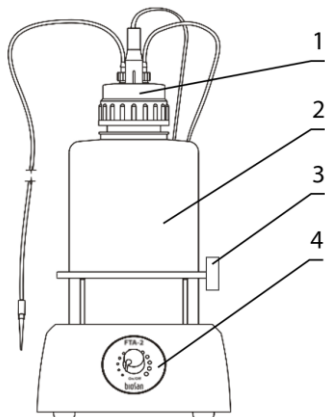
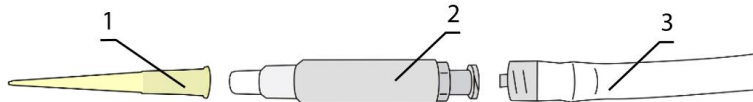

Рисунок 3. FTA-2i, вид спереди
Рисунок 5. MA-U, универсальный адаптер
- Установите сосуд-ловушку (рис. 3/2) на прибор.
- Прикрутите крышку с иглами сенсора и разъёмами для трубок (рис. 3/1) к сосуду-ловушке.
- Соберите наконечник **MA-U** (рисунок 5).
- Поместите микропробирки для наконечника в держатель (рис. 3/3).
4.4.1. **Установка опционального наконечника MA-8.** Извлеките аспирационный наконечник и микропробирки из держателя (рис. 3/3) и поместите внутрь держатель для MA-8. Отсоедините одноразовый наконечник (рис. 5/1) от адаптера **MA-U** и подсоедините наконечник **MA-8** (рис. 8/1A). Храните аспирационный наконечник в новом держателе.
4.4.2. **Установка опционального ручного контроллера вакуума HAS-1.** Отсоедините адаптер **MA-U** от аспирационной трубки (рис. 5/3) и подсоедините наконечник **HAS-1** (рис. 8/5), прикрутив его к фитингу.
- 5.3. (Для модели **FTA-2i**) С помощью рукоятки на передней панели прибора (рис. 3/4) отрегулируйте интенсивность аспирации. Поворот по часовой стрелке увеличивает интенсивность, против часовой – уменьшает. Интенсивность показывается световой индикацией вокруг рукоятки.